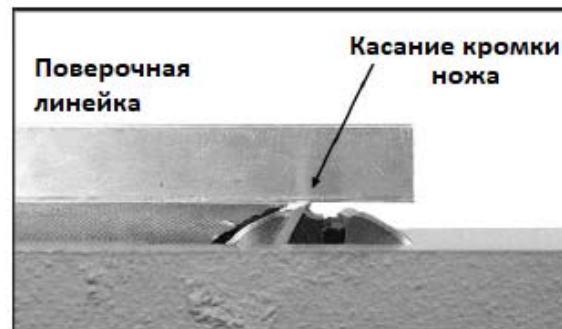

Рис. 17
5. Опускайте стол разгрузки, пока поперечная линейка не коснется ножа, как показано на Рис. 17. Слегка покачайте строгальный вал с помощью ремня, чтобы убедиться, что высшая точка кромки ножа касается линейки.